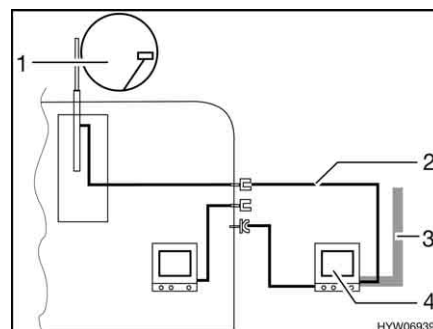

Fig. 96 TV nella tenda veranda
- TV nella tenda veranda (Fig. 96,4): Collegamento all'antenna del tetto (Fig. 96,1) con cavo di collegamento (Fig. 96,2)
- TV nella tenda veranda (Fig. 96,4): Collegamento a antenna esterna (Fig. 96,3)